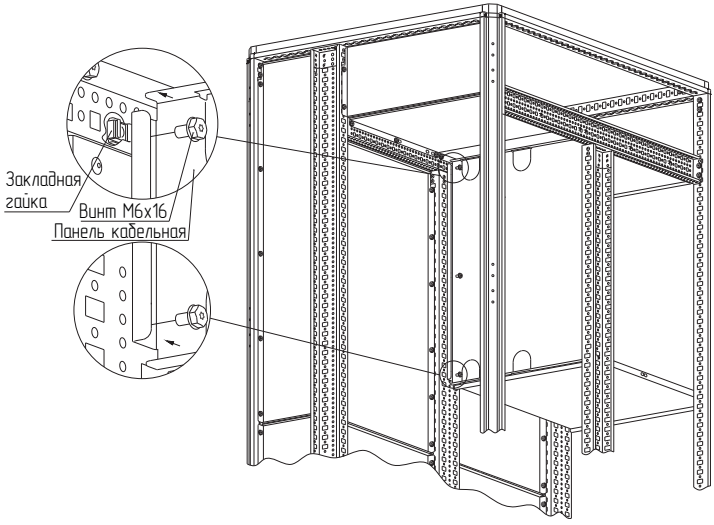

Рисунок 62
– вариант 1. Набором «закладная гайка М6 – винт М6×16 – шайба 6.4». Для этого предварительно установите закладные гайки в квадратные отверстия реек монтажных (Рисунок 62) и стоек в места, соответствующие высоте и отверстиям панели и закрепите панель винтами М6×12 с шайбой. Момент затяжки – 7 Н·м. Набор крепежа приобретается отдельно;